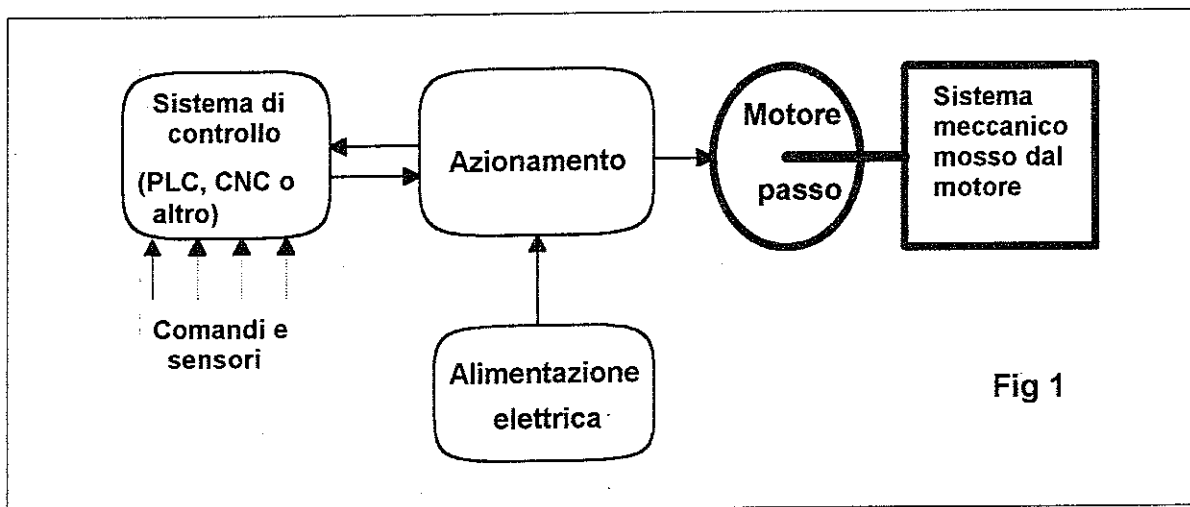

Fig 1
- 1.2 - Ai fini del presente manuale i termini usati nel punto 1.1 e successivi hanno il seguente significato (vedi fig. 1):